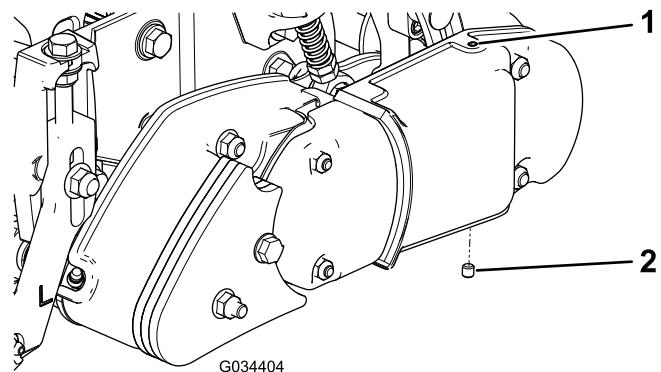

Figura 11
8. Retire el tapón inferior para facilitar el drenaje (Figura 11).